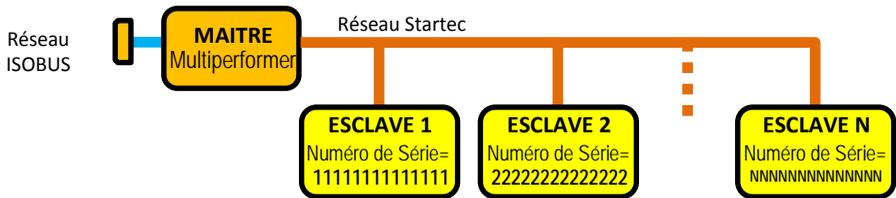

Figure 3: Mode d'adressage des Unités Esclave
- *FIGURE 3: MODE D'ADRESSAGE DES UNITES ESCLAVE*6